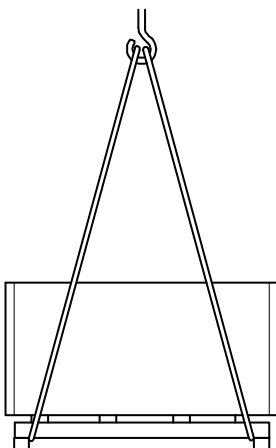

Abb. 8
1. Seile, Gurte oder Mehrpunktgehänge entsprechend Abb. 8 an der Palette anschlagen.